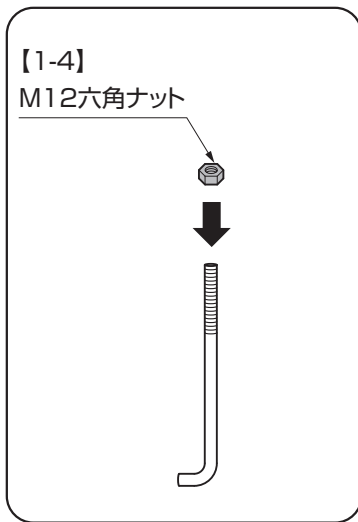

図2-1
- ① M12×300基礎ボルトに、【1-4】をネジ部の一番下まで取付けてください。(図2-1参照)
- ② 【1-4】を取付けたM12×300基礎ボルトに、プレートA、プレートBを差込んでください。